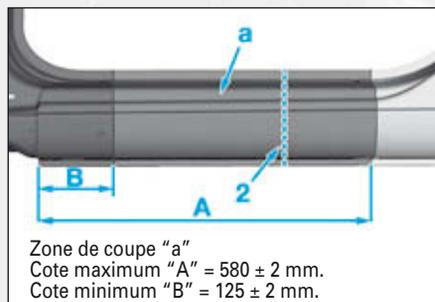

FIG.61
- en (2) dans la zone de coupe «A» (Fig.61).